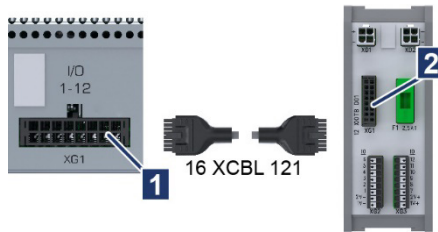

Abb. 6-2: XCO an XIOTB
1. Verbindungskabel 16 XCBL 121 am X-Controller in die Buchse **XG1** (I/O 1-12) und am Anschlussblock XIOTB in die Buchse **XG1** stecken (→ Abb. 6-2/1 und 2).